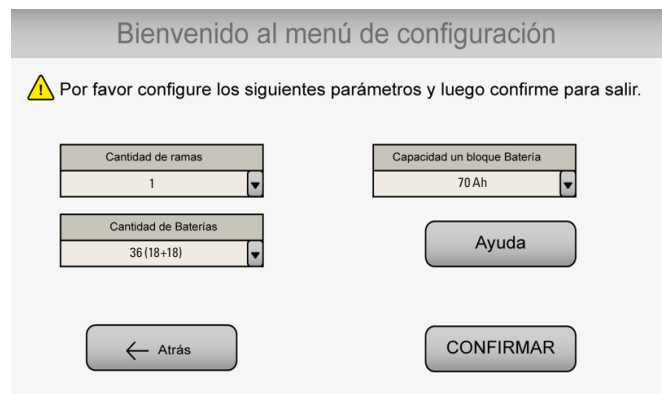

Fig. 42. Segunda pantalla de configuración equipos LV.
- En este punto, y sin ninguna alarma activa, el LED verde de Tensión de entrada OK (**a**) (ver Fig. 42), deberá estar encendido en todos los SAI.
- Poner en marcha el ondulador, mediante el teclado del panel de control (**3**) (ver Fig. 42). En sistemas en paralelo realizar el procedimiento equipo por equipo la primera vez o después de un paro completo, para establecer las comunicaciones entre cada unidad del conjunto.
- Asegurarse que el LED de ondulador en marcha **(c)** se encuentra encendido (verde), y el LED de bypass **(b)** se encuentra apagado en todos los SAI (ver Fig. 42).